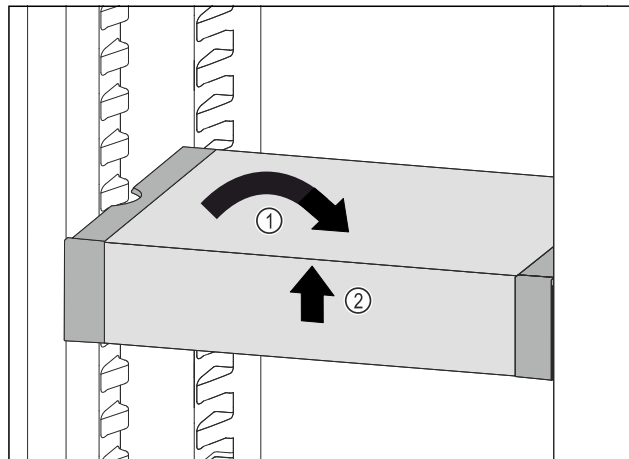

Fig. 89
- VarioSafe recht zetten. *Fig. 89 (1)*
- VarioSafe aan voorkant optillen. *Fig. 89 (2)*